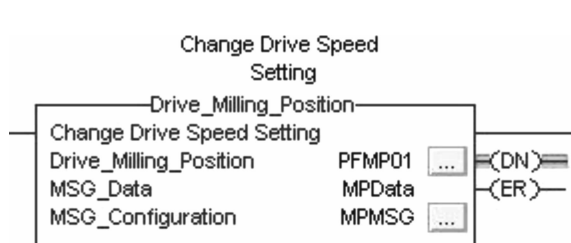

图 20-28 Drive_Milling_Position 指令
6. 验证“Drive_Milling_Position”指令是否成功执行，如图 20-28 所示。